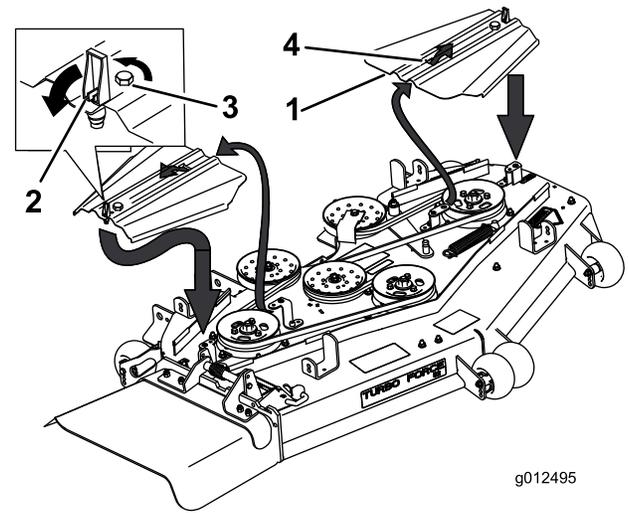

Figura 70
5. Remova as coberturas da correia e os parafusos presos a elas (Figura 70).
11. Instale as coberturas da correia fazendo deslizar a cobertura para a patilha, aperte os parafusos e feche os trincos (Figura 70).